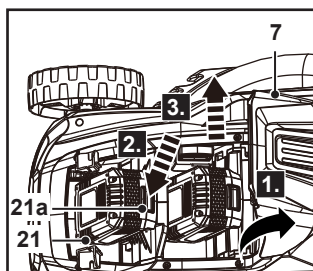

Fig. 8
1. Ține de canelură (7a) și deschide capacul compartimentului pentru acumulator (7) (Fig. 8, pasul 1).
2. Apasă în jos butoanele de deblocare (21a) pentru a debloca piedicile de fixare a acumulatorilor (21) (Fig. 8, pasul 2).
3. Scoate prin glisare acumulatorii (21) din compartimentul pentru acumulatori (Fig. 8, pasul 3).
4. Închide capacul compartimentului pentru acumulator (7).